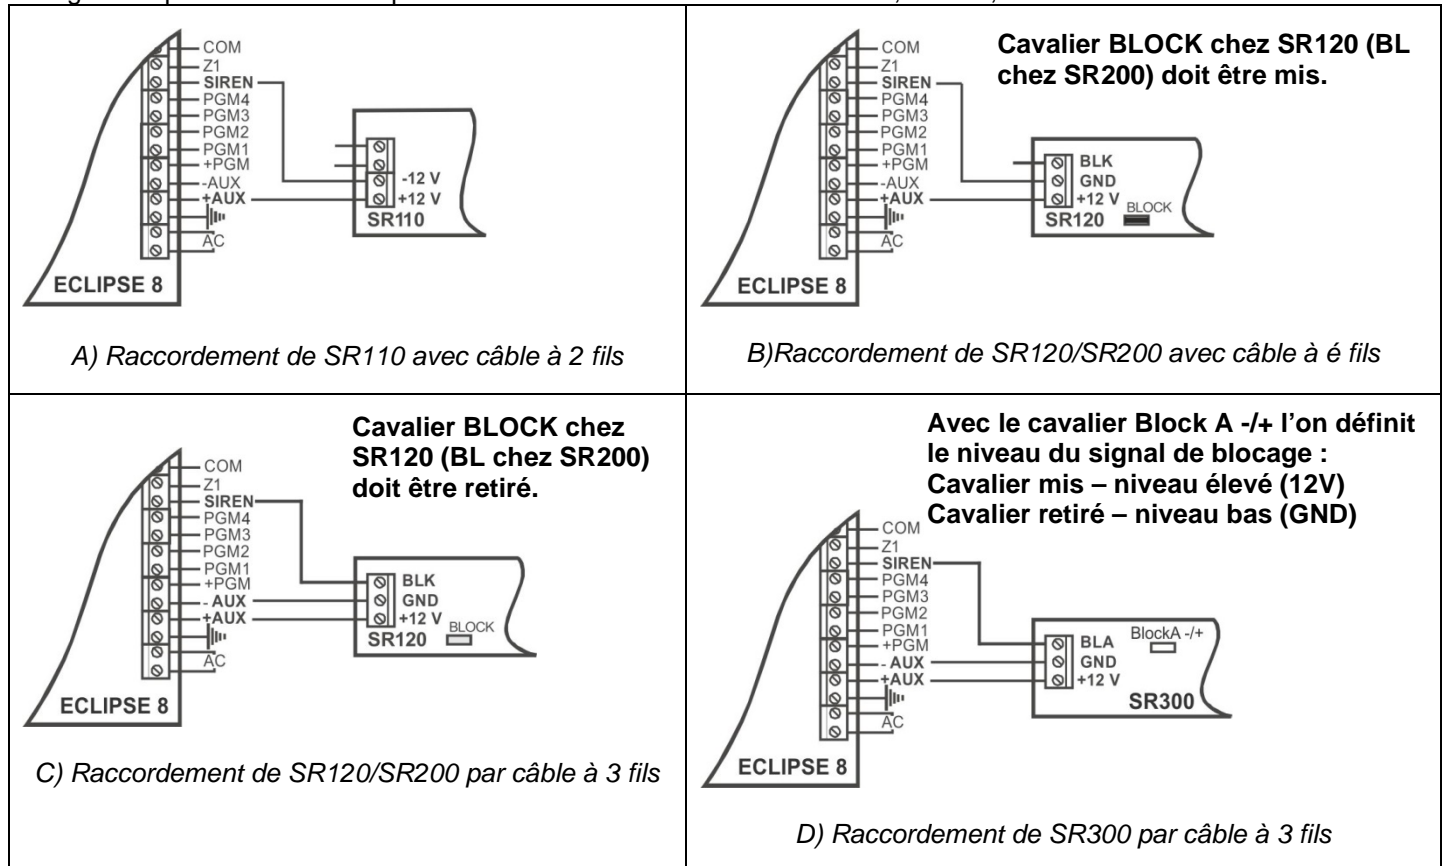

Figure 22. Raccordement par câble à 2- et à 3 fils au panneau ECLIPSE 8.
La Figure 22 présente des exemples de raccordements des sirènes SR110, SR120, SR200 et SR300 à l'ECLIPSE 8.
**ATTENTION :** La connexion de sirènes à la sortie PGM 5 de la centrale ECLIPSE 16/32/99 est identique avec les schémas de la Figure 22.